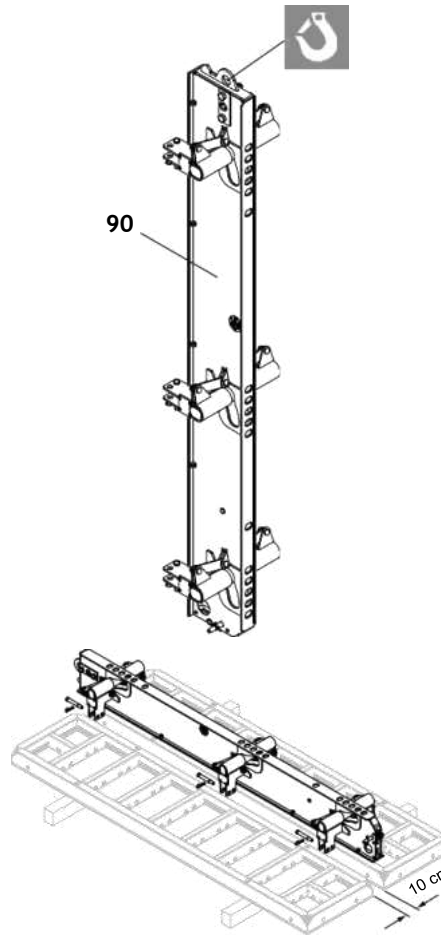

Fig. A17.01
1. Поставете шахтовия елемент (90) между 2 TRIO елемента. (Fig. A17.01)